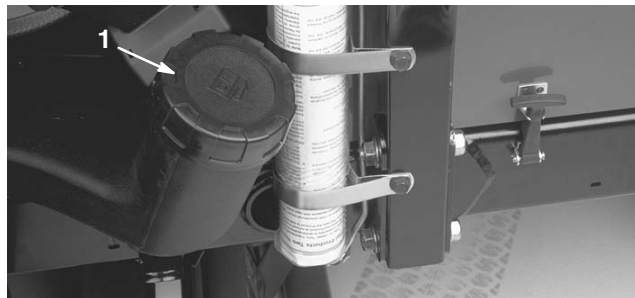

Figure 12
1. Nettoyez la surface autour du bouchon du réservoir de carburant (Fig. 12).